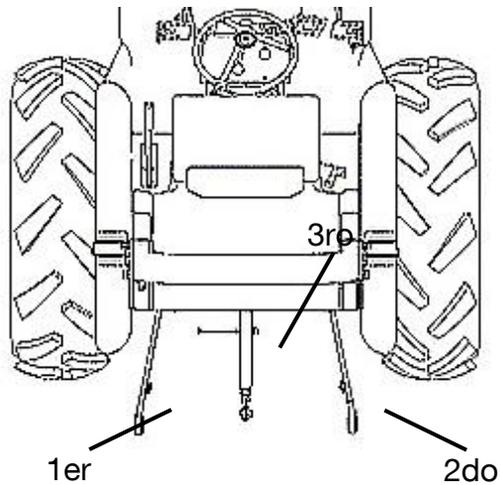

FIGURA 3
- Acople el rastrillo al enganche de 3 puntos, colocando primero el 1er. Y 2do. Punto para finalizar con el 3ro. De la parte superior, así como se muestra en la **FIGURA 3 y 4**.